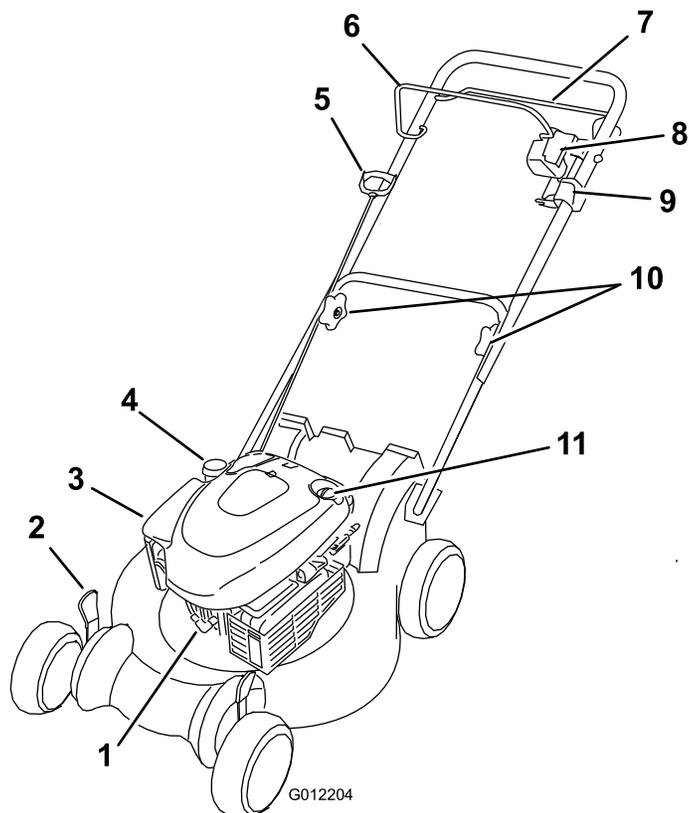

Figure 10
2. Si le commutateur d'allumage de votre tondeuse (Figure 10) est à bascule (avec une position marche ("I") et une position arrêt ("Stop")), poussez-e à la position "I". Sinon passez à l'étape 3.
Si le commutateur d'allumage de votre tondeuse (Figure 10) est à bascule (avec une position marche ("I") et une position arrêt ("Stop")), poussez-e à la position "Stop". Vous pouvez aussi maintenir le commutateur d'allumage en position "Stop" jusqu'à l'arrêt du moteur.